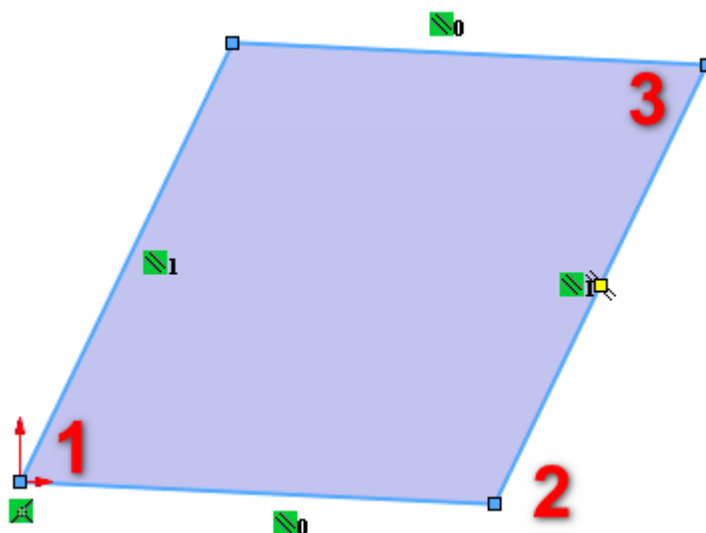

Рисунок 22 – Параллелограмм
Он также строиться с помощью трех точек, первая точка это начало одной из сторон параллелограмма (1), с помощью второй точки определяется направление и длина этой стороны (2), с помощью третьей точки определяется высота параллелограмма и его углы (3), рисунок 22.